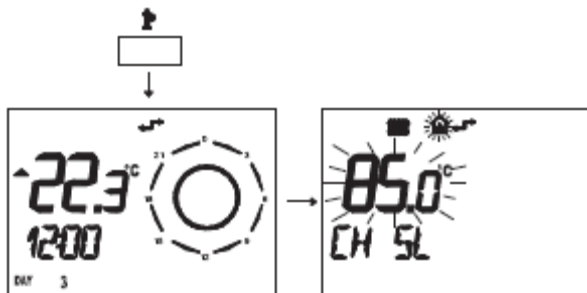

рис. 5.39
Нажмите кнопку , чтобы выйти из режима INFO (рис. 5.39).
- Жмите дольше, чем 3 секунды кнопку **P**, чтобы войти в режим INFO (рис. 5.39).